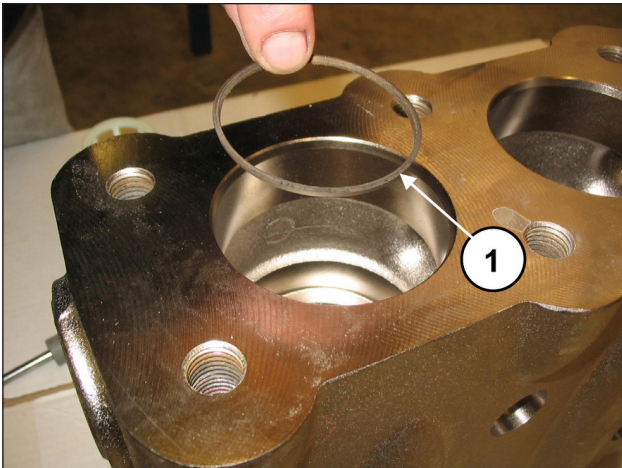

Abb. 113
Setzen Sie den Stützring ein, Pos. 4 Explosionszeichnung (Pos. ①, Abb. 113).